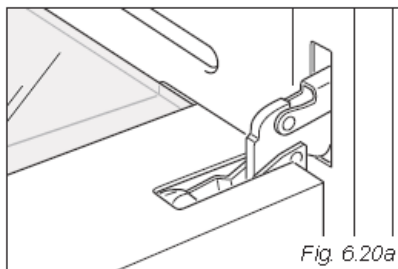

Fig. 6.20a
- a. Abra a porta ao máximo (fig. 6.20a).
1. Certifique-se de que a porta esteja trancada (veja fig. 6.20a).